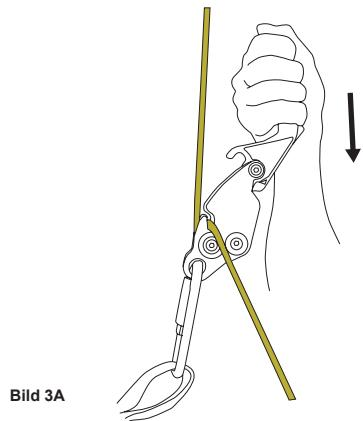

Bild 3A
- Starta nedfirningen med hjälp av **SMARTLINE X** (bild 3A).